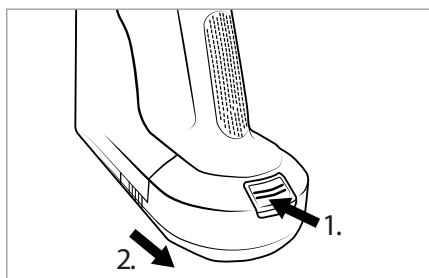

Fig. 13
- ♦ Pour retirer la batterie **2** de l'appareil, maintenez la touche de déverrouillage de la batterie **1** enfoncée et retirez la batterie **2** de l'appareil (voir fig. 13).